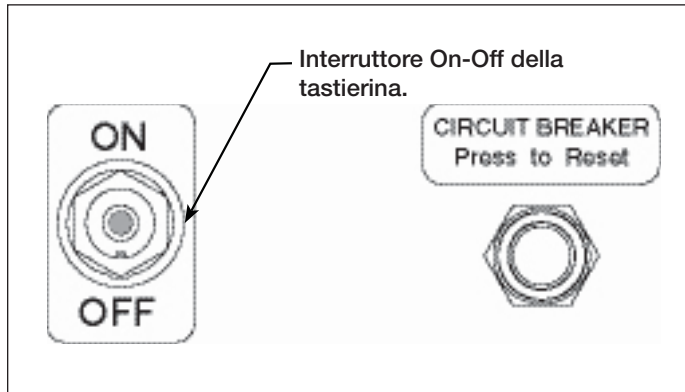

Figura 6, Pannello di comando della pompa
5.1 Interruttore On-Off della pompa (vedere figura 6)
4. Collegare l'unità all'alimentazione elettrica. Spostare l'interruttore on-off su ON. Vedere la figura 6.